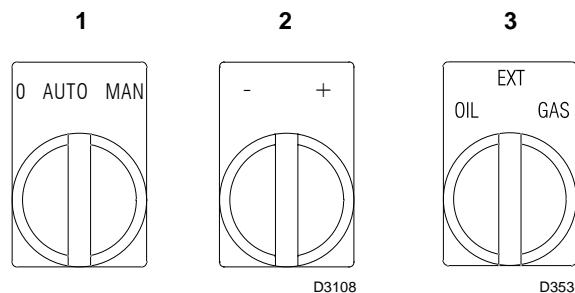

Abb. 28
Die Fernsteuerungen einschalten und den Schalter 1)(Abb. 28) in Stellung "MAN" setzen.
- 1 mit Wählschalter 3)(Abb. 28);
Wenn Wählschalter 3)(Abb. 28) auf Position EXT gestellt wird, aktiviert sich die Brennstoff-Fernauswahl.
Den Wählschalter 2)(Abb. 28) "Leistungsreduzierung" drehen und nach „-“ gedreht halten, bis der Stellantrieb die Luftklappe und die Gasdrossel auf 35° geschlossen hat (werkseitige Einstellung).
Der Übergang von einer Position auf die nächste erfolgt, indem Wählschalter 2)(Abb. 28) auf (+) oder (-) gedrückt bleibt.
- Schalten Sie den Brenner mit dem Wahlschalter auf der Schalttafel in manueller Position ein 1) (Abb. 28). Jetzt stoppt der Stellmotor nach der Vorbelüftungsphase in etwa 20°.
- Jetzt den Wahlschalter 3) (Abb. 28), auf **GAS** stellen und eine Kontrolle der richtigen Funktionsweise mit Gas bei der gewünschten Leistung durchführen. Sollte diese nicht gegeben sein, eine Einstellung des Gasnockens gemäß dem oben genannten Punkt **C (Gasnocken)** vornehmen.